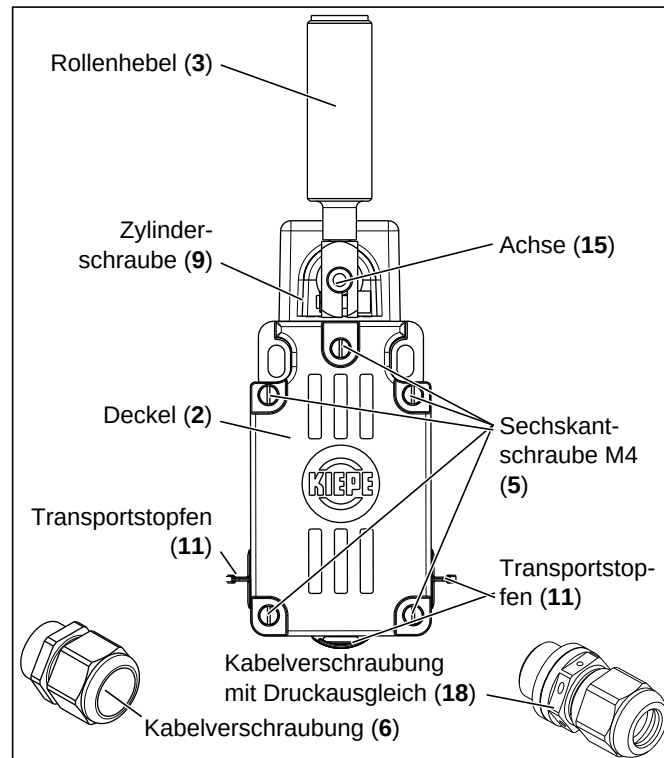

Abb. 7-1: Rollenhebel austauschen
6. Kontrollieren Sie, ob die Schaltelemente (7) gleichzeitig schalten, indem Sie den Rollenhebel (3) betätigen (siehe Abbildung 7-1, Seite 35).